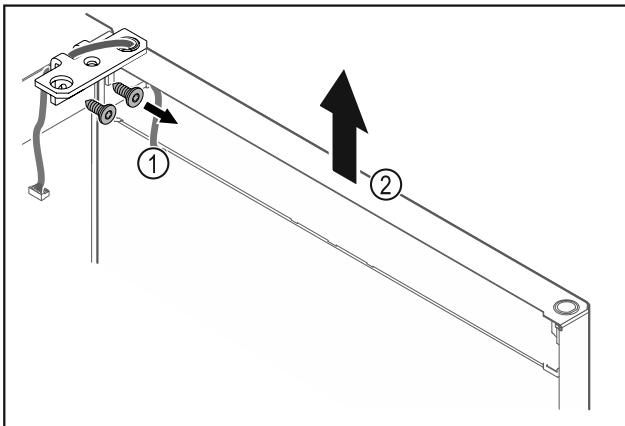

Fig. 26
- ▶ 拧下合页角铁 Fig. 26 (1)。
- ▶ 将冰箱门连同合页角铁一起笔直向上提升 Fig. 26 (2) 大约 200 mm 并取下。